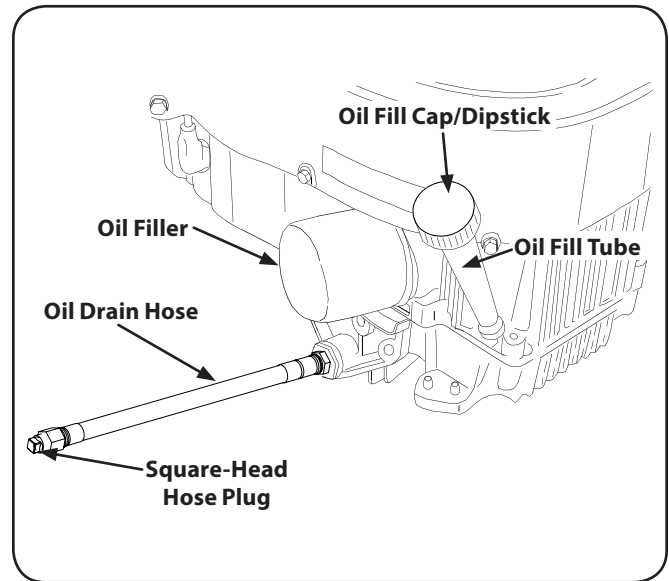

Figura 6-2
4. Si su motor tiene la configuración de la manguera de drenaje de aceite en la Figura 6-2, consulte la sección de la manguera de drenaje de aceite por debajo de.